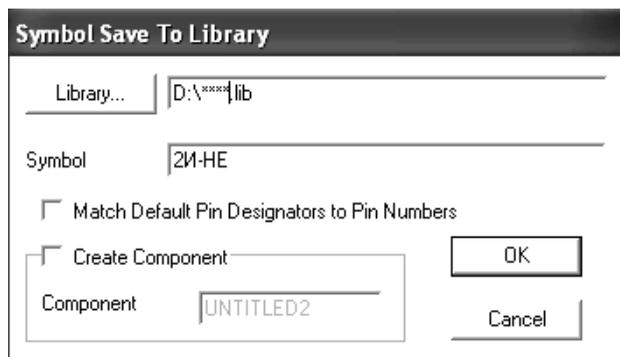

Рисунок 3.11
- Записать созданное УГО логического элемента в библиотеку. Для этого выполнить команду **Save**, в появившемся окне Symbol Save to Library щелкнуть по кнопке Library и в открывшемся окне выбрать созданную ранее библиотеку *****.lib**. В поле Symbol набрать имя элемента «2И-НЕ» и нажать кнопку ОК (рисунок 3.11).